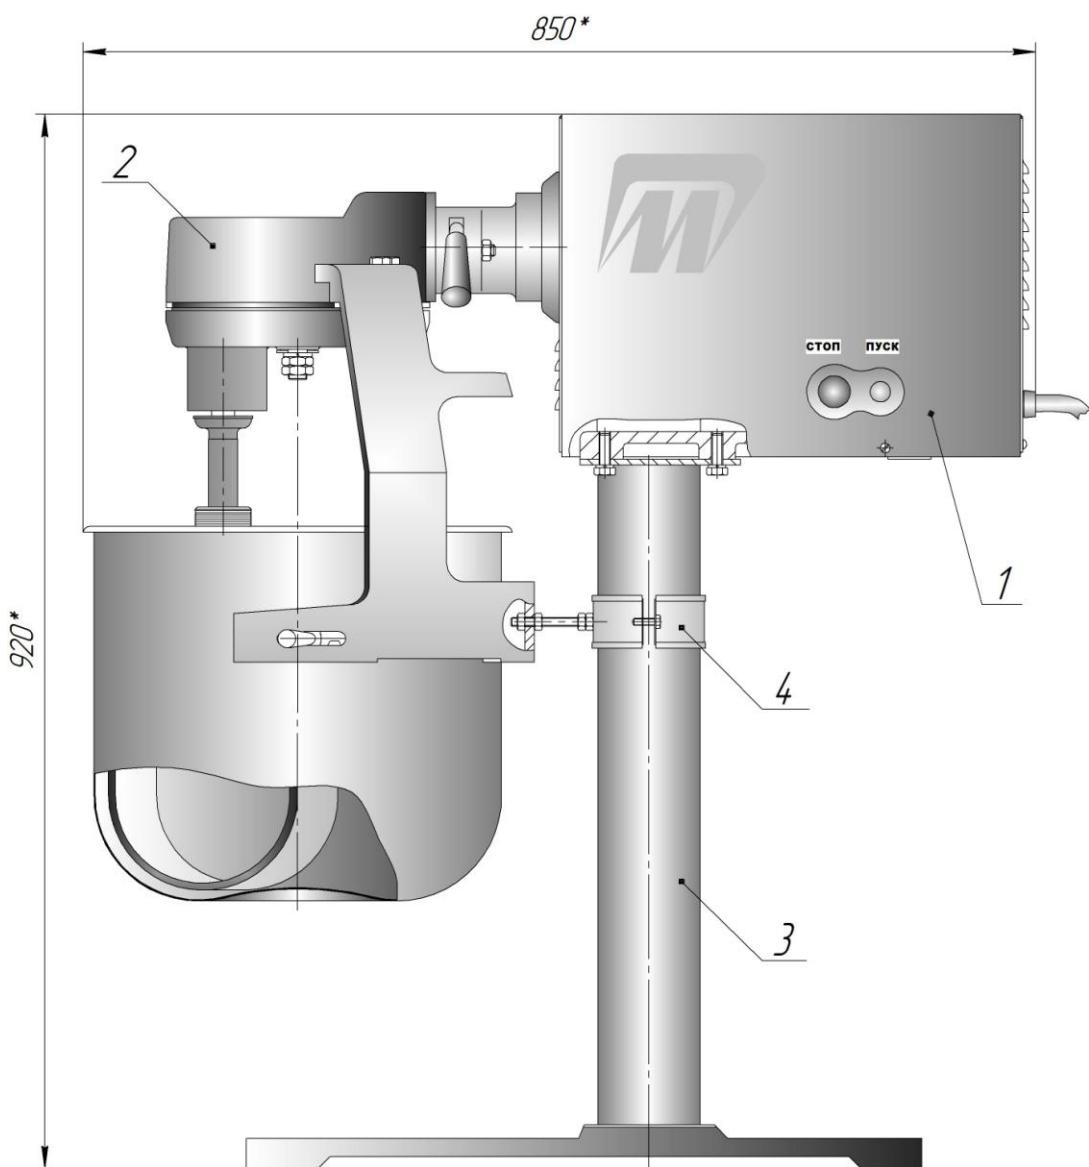

Рисунок 1 – Фаршемешалка ПМФ-К
- установите хомут 4(*рисунок 1*) на стойку подставки, одновременно введите шпильку хомута в отверстие кронштейна (одна гайка M8 должна быть скручена со шпильки, после установки гайку наверните обратно на шпильку);
Рисунок 1а – Фаршемешалка механизма ВМ-01